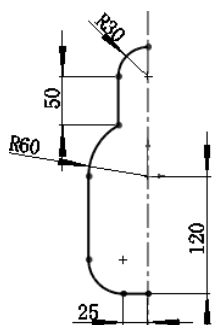

图 4.15.6 添加尺寸约束
Step4. 选择下拉菜单 **工具(T)** → **尺寸(S)** →  **智能尺寸(S)** 命令，添加图 4.15.6 所示的尺寸约束。